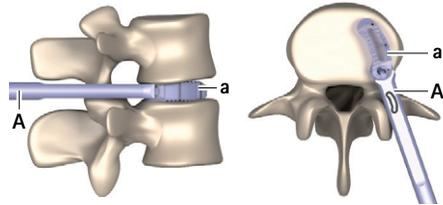

Afb. 9 Implantaat in vulhouder
- Leg het implantaat **a** in de vulhouder **E**, zie Afb. 9. Let daarbij op de implantaat lengte (opschrift op de vulhouder: L26/L30/L34).